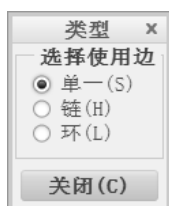
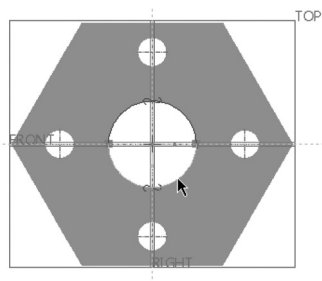

图 4-13 “类型”对话框
图 4-14 通过边创建图元
5) 单击 (投影,即通过边创建图元) 按钮,打开图 4-13 所示的“类型”对话框。在“选择使用边”选项组中选择“单一”单选按钮,接着在图形窗口中分别单击中心圆孔的两段截面半圆,如图 4-14 所示。然后,在“类型”对话框中单击“关闭”按钮。单击 (确定) 按钮,完成草绘并退出草绘模式。